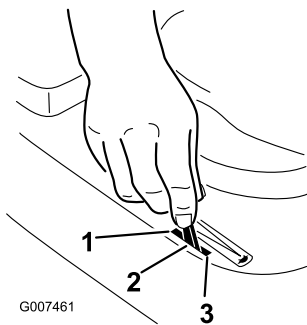

Figura 10
5. Ponga la palanca del acelerador en Estárter (Figura 10).
7. Cuando el motor arranque, mueva lentamente el acelerador a la posición Rápido (Figura 10). Si el motor se cala o funciona irregularmente, vuelva a colocar el acelerador en Estárter durante unos segundos y luego mueva la palanca del acelerador a Rápido. Repita este procedimiento tantas veces como sea necesario.
1. Ponga la palanca del acelerador en Lento (Figura 10).